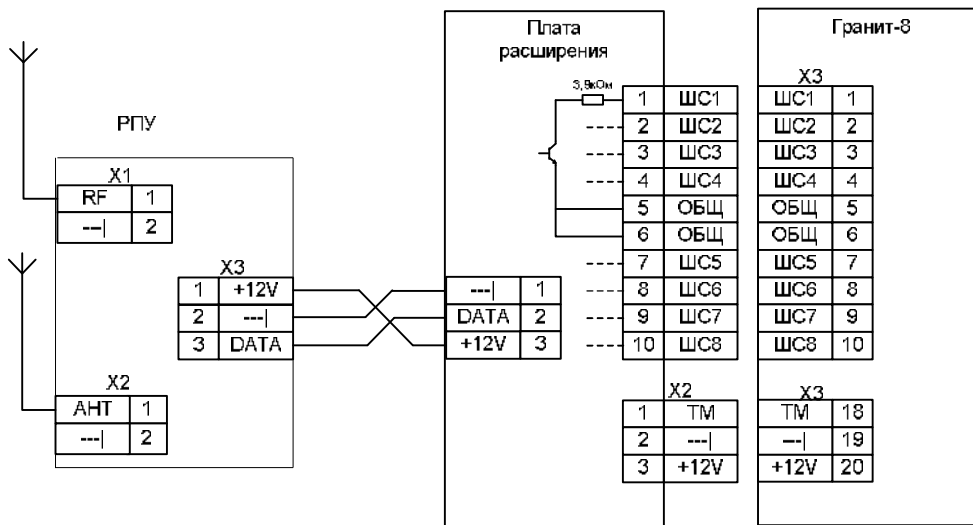

Рис. 10 Схема подключения платы расширения к ППКОП «ГРАНИТ-8/8Р/8Л»
Подсоедините плату расширения к плате РПУ как показано на рис. 10. Подключите плату расширения к плате контроллера прибора «ГРАНИТ-8/8Р/8Л». Схема подключения показана на рис. 10, 11 и 12.
3. Подключить плату расширения РПУ согласно схеме подключения (рис. 10).